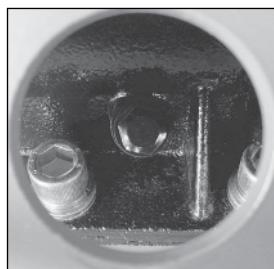

Рис. 22
- Открутите пробку контрольного отверстия (рис. 22) и слейте масло в подготовленную для этого емкость. Внимательно осмотрите слитое масло на предмет наличия в нем металлических частиц.